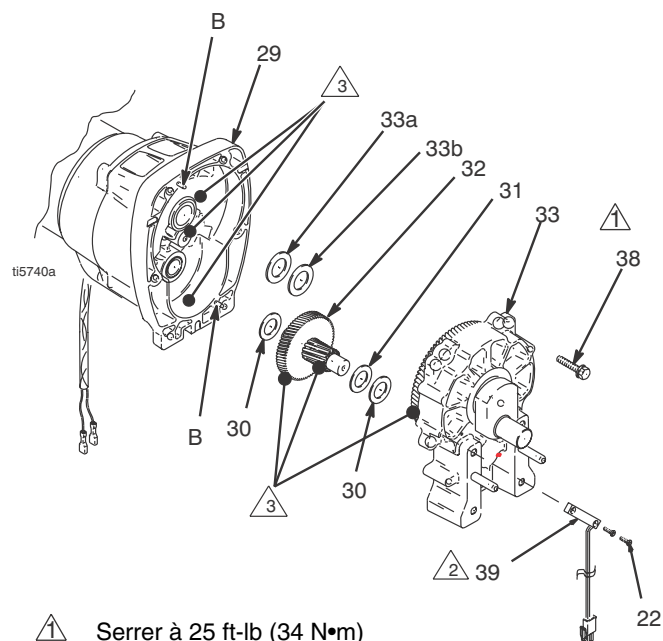

FIG. 2
1. FIG. 2. Utiliser toute la graisse fournie avec le train d'engrenages de rechange pour graisser les roues dentées (32) et les emplacements indiqués à la remarque 3.